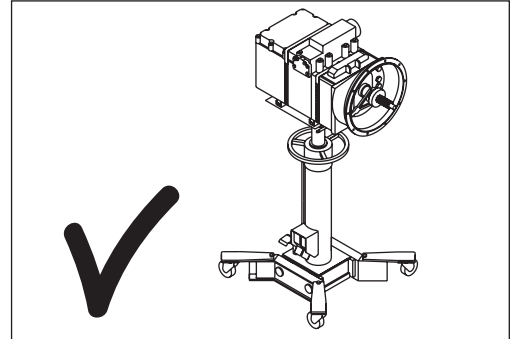

Fig. 3:
- el centro de masa de la carga se encuentra en la zona base del elevador y dentro de la zona de la plancha (Fig. 3)